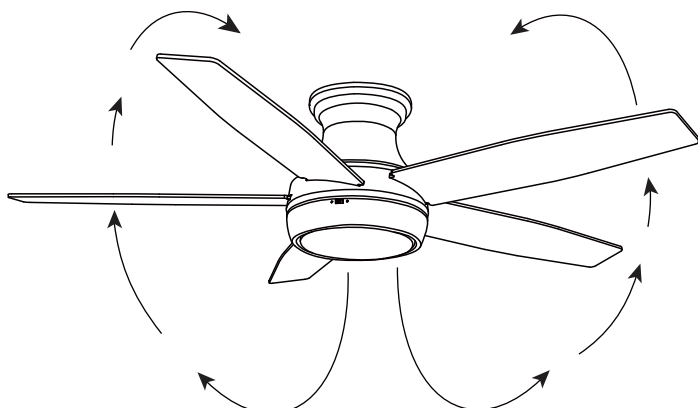

Figure 14
* Temps chaud - (Avant) L'air souffle vers le bas comme indiqué sur la Figure 14 produit un effet de refroidissement. Cela vous permet de régler votre climatiseur à une température plus élevée sans affecter votre confort.